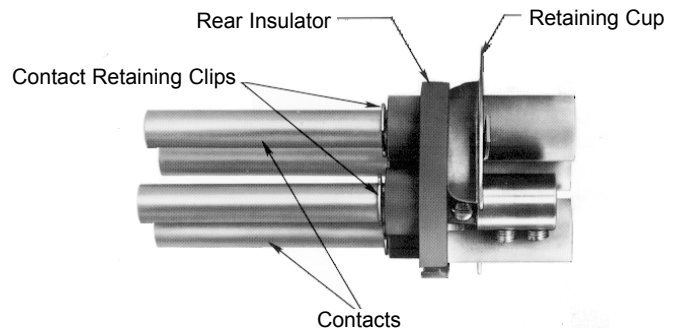

Figure 8. Position des clips de retenue
3. Une fois les contacts bien enfoncés dans l'isolateur arrière, installer les clips de retenue sur chacun d'entre eux. Voir la figure 8.